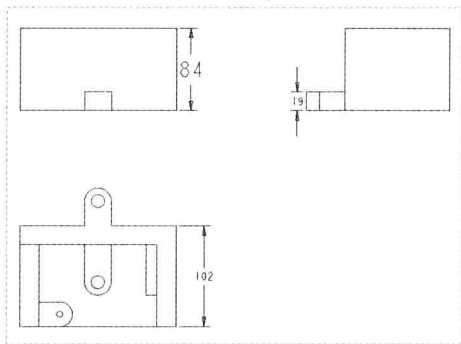

图 12-107 修改尺寸标注
Step 04 执行操作后，单击“确定”按钮，并在绘图区空白位置单击鼠标左键，即可修改尺寸标注，如图 12-107 所示。